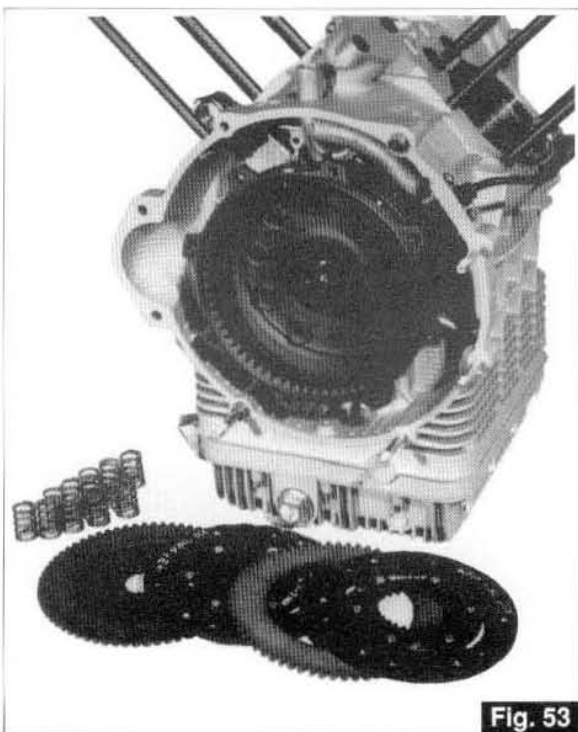

Fig. 53
- Dégagez les disques d'embrayage et les ressorts correspondants de l'intérieur du volant moteur (Fig. 53 et 53A).
- Die Kupplungsscheiben und die entsprechenden Federn (Abb. 53 und 53A) aus dem Inneren des Motorschwungrads herausnehmen.